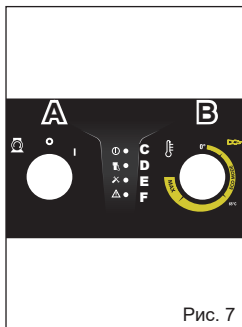

Рис. 7
- 1) Отключите горелку, повернув регулятор нагрева в положение «0» (рис. 7В).
- 3) Выключите аппарат, повернув выключатель в положение «0» (рис. 7А).